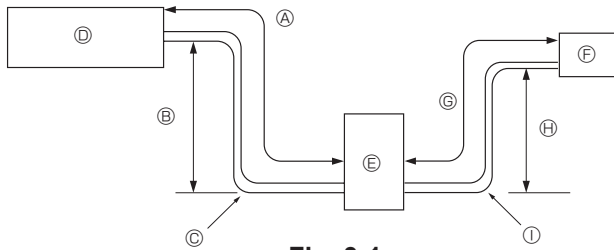

Fig. 3-1
9.3.1. Refrigerant pipe (Fig. 3-1)